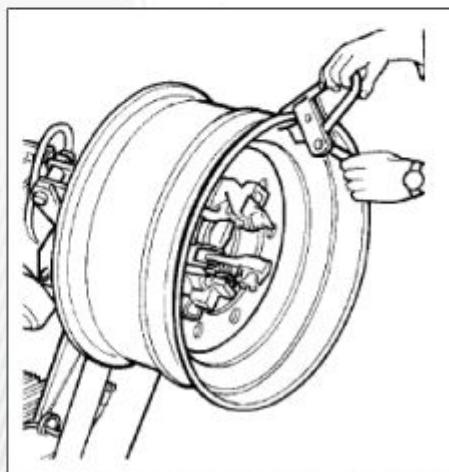

Рисунок 19
- 3) Прикрепите хомут к краю диска в его наивысшей точке (см. рис. 19).
- 3) Прикрепите к наивысшей точке на внешней кромке обода хомут (см. рис. 19).